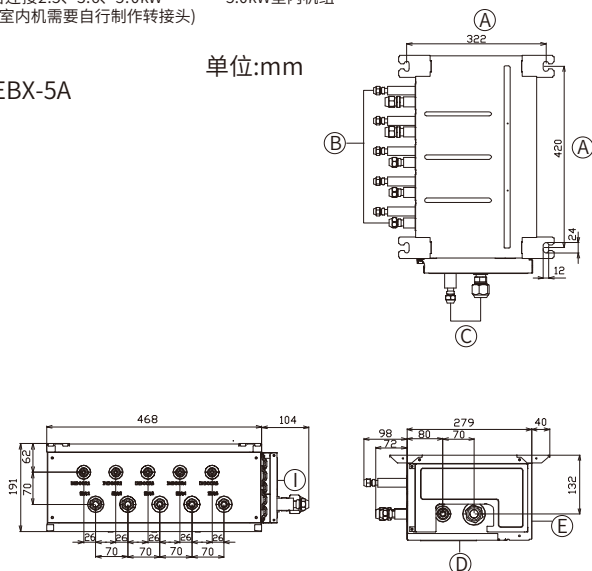

图3
- (1)以指定的间距安装悬吊螺栓(当地购买)(图1、图2、图3)。